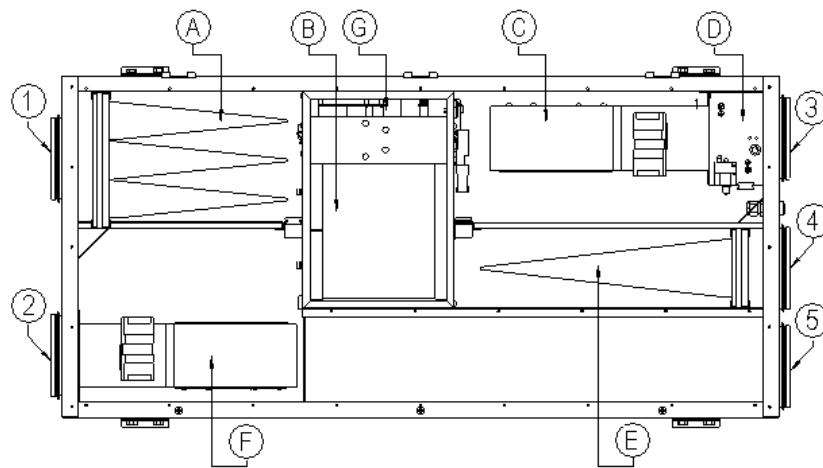

Fig. 2
Lampesignal (11) lyser når innstilt driftstid mellom bytte av filtre (A og E, fig. 2) er utløpt. Ventilasjonsaggregatet kan fortsatt benyttes, men effekten vil bli redusert dersom ikke filterene byttes. Driftstid (6, 9 eller 12 mnd.) mellom filterbytte kan stilles inn vha. brytere på betjeningspanelet (se montasjeanvisning). Fra fabrikk er driftstiden satt til 9 mnd. Etter bytte av filtre nullstilles driftstiden (se vedlikehold, pkt. 1).